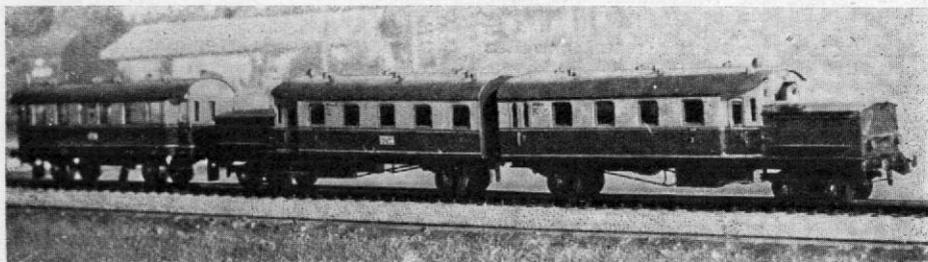

Abb. 7.: Hessischer Speicher-Triebwagen aus dem Jahre 1910, gebaut als H0-Modell von Herrn Dipl.-Ing. Henning
Weitere charakteristische preußische Züge: Personenzug aus P3 (1B), Post 3 (eingezogene Türnische!), Pw3, D3, AB3, BC3, C3 und Nebenbahnzug aus T3 (C) (Abb. 2) oder T5' (1'B1'), PwPost, D3i, CD3i, C3i und BC3i, schließlich auch ein Vorortzug aus einem sechsachsigen Speichertriebwagen (Abb. 7) und einem dreiachsigen Abteilwagen als Anhänger. Ganz reizvoll wäre ein „Langenschwalbacher“-Zug aus einer T 9 (C1') und den kleinen vierachsigen Durchgangswagen, deren vier Bau-